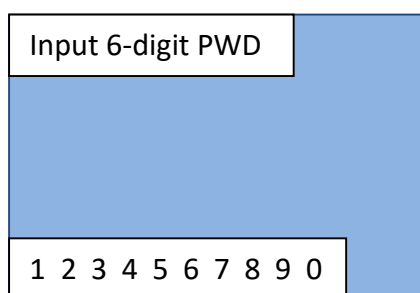

Figura 23 - Schermata selezione password
- 3) Comparsa della pagina in Figura 23; utilizzare i tasti Avanti, Indietro e Conferma/Invio per scrivere la password. Password: 123456